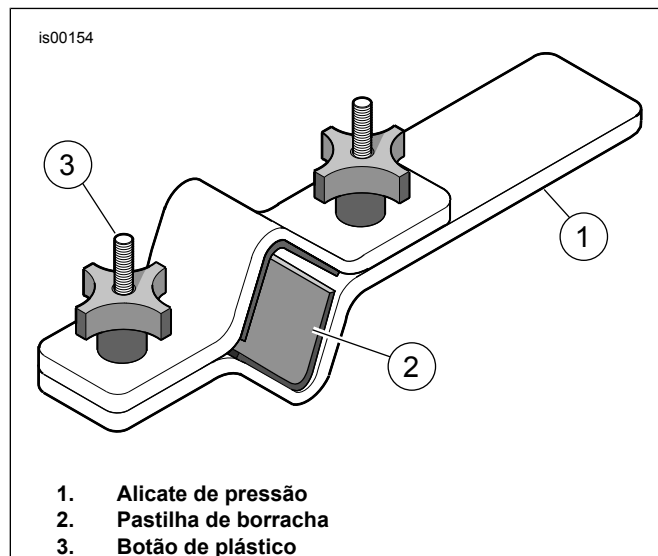

Figura 6. Suporte do tubo da forquilha (HD-41177)
1. Ver a Figura 6. Instalar o garfo no Suporte do Tubo do Garfo (HD-41177) da seguinte maneira:
- a. Fixar a extremidade da ferramenta (1) em torno numa posição horizontal.